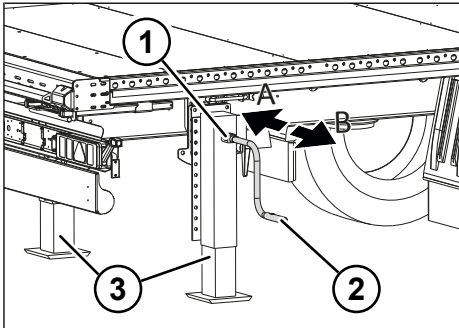

Fig. 5-6: Marcia lenta e marcia rapida del supporto posteriore
- ▶ Inserire la marcia rapida estraendo la manovella (vedere "Fig. 5-6: Marcia lenta e marcia rapida del supporto posteriore", p. 27).
- ▶ Inserire la marcia lenta premendo verso l'interno la manovella (vedere "Fig. 5-6: Marcia lenta e marcia rapida del supporto posteriore", p. 27).